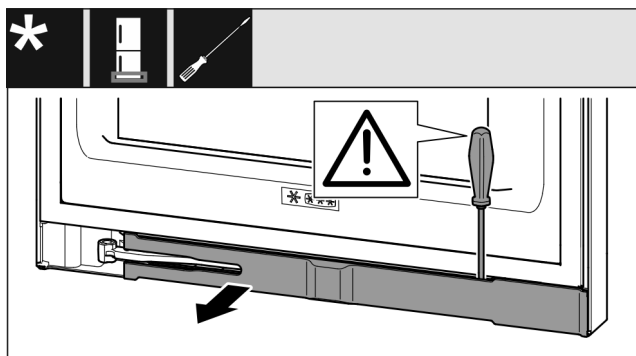

Fig. 13
- ▶ Plochým šroubovákem vyjměte záslepku a otočte ji ke straně Fig. 13 ().